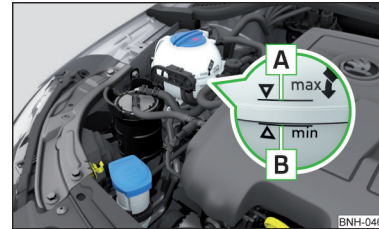

Fig. 139
Denumirea lichidului de răcire este menționată pe vasul de expansiune a lichidului de răcire » fig. 139 la pagina 145.
- Nu adăugați lichid de răcire deasupra marcajului **A** » fig. 139 la pagina 145.
Vasul de expansiune a lichidului de răcire » fig. 139
» Verificați nivelul lichidului de răcire la vasul de expansiune a lichidului » fig. 139.
Când motorul este cald, rezultatul verificării poate fi inexact. Nivelul se poate afla chiar și peste marcajul **A** » fig. 139.